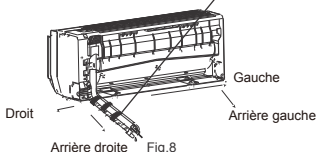

Fig. 8
2. Sortez la tuyauterie de la caisse du corps; enveloppez les tuyaux, les câbles d'alimentation, les tuyaux de drainage, avec du ruban, puis faites-les passer par l'orifice de la tuyauterie. (Comme indiqué sur la figure 8)